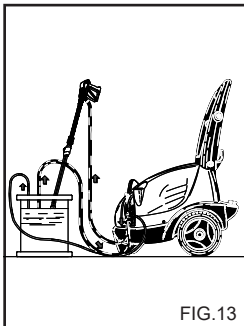

FIG.13
**OPERAÇÕES PARA A UTILIZAÇÃO DE PRODUTO ANTICONGELAMENTO. (Fig. 13)**